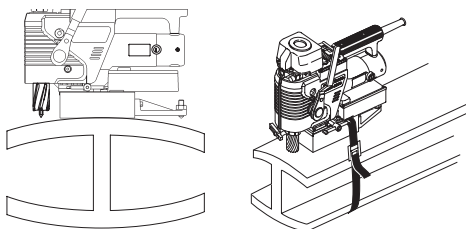

図 9
- **マグネットは材料の長手方向と平行にセットしてください。**(図 9)